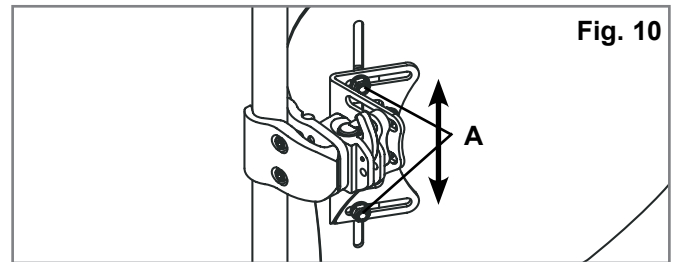

Fig. 10
1. Justere høyden (Fig. 10)
- Skrue opp brakettmutrene (A) og juster høyden på ryggskallet til ønsket stilling.
- Stram brakettmutrene (A) forsvarlig. Det anbefalte dreiemomentet er 8,5 - 9,3 Nm.